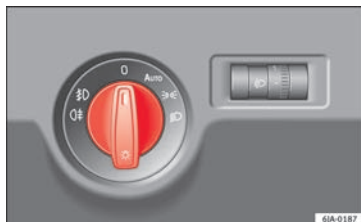

Fig. 128 Kombiinstrument: lyskontakt
I højrestyrede biler afviger placeringen af betjeningselementerne delvis fra den placering, som er vist på »» Fig. 128 »» Side 123. Symbolemerne, der viser de enkelte betjeningselementer, er dog identiske.
– Drej lyskontakten »» Fig. 128 til position  $\Rightarrow \leftarrow$ .
– Drej lyskontakten »» Fig. 128 til position 0.
Dagskørelyet er med til at øge kørselssikkerheden. Det drejer sig om lygter, der er integreret i forlygterne, og som tændes, hver gang tændingen tilsættes, og lyskontakten står i position **O** eller **AUTO** » **Fig. 128**. Så snart positionslyset tændes, slukkes dagskørelyet automatisk.
Hvis lyskontakten står i positionen **AUTO** » Fig. 128, bliver positionslyset, nærlýset og nummerpladelyset tændt og slukket automatisk.